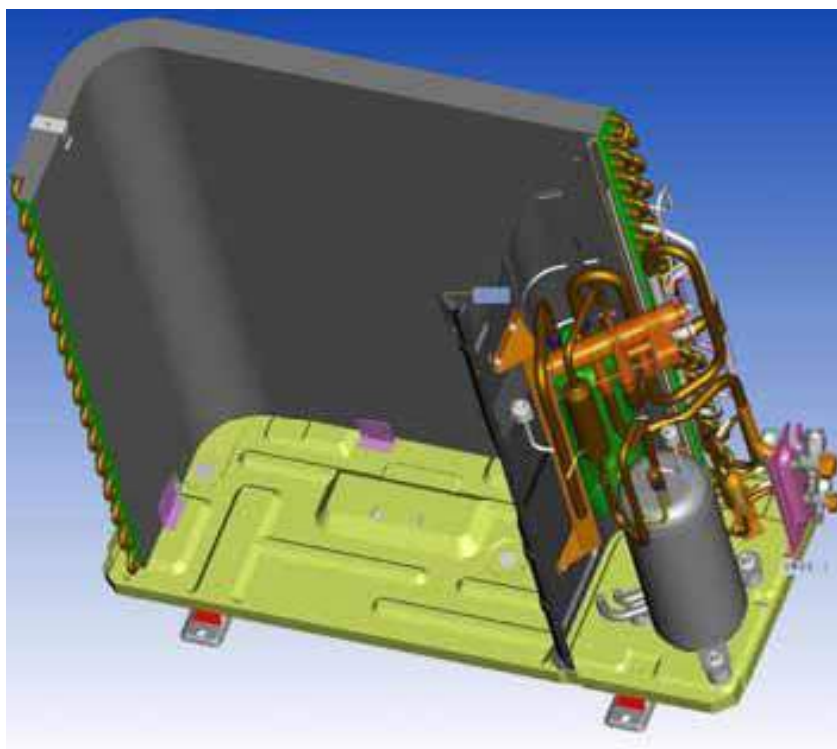

Рис.11
- Снимите 4-ходовой клапан.(см.рис.11)